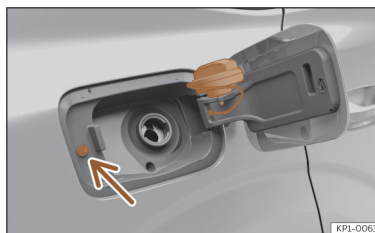

Fig. 201 Tampa do depósito com o tampão encaixado.
- Coloque-a no espaço existente na dobradiça da tampa aberta >>> **Fig. 201.**
Evite tocar no botão de travagem da tampa de combustível >>> **Fig. 201** (seta). O sistema entenderá que acabou e não poderá continuar a abastecer. Volte a pressionar o botão  da porta do condutor para continuar.